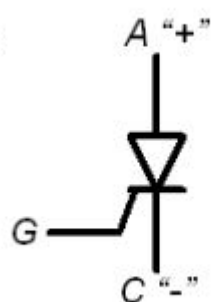

Рис. 5 Обычный тиристор
Тиристор имеет четырехслойную p-n-p-n-структуру с тремя выводами: анод (А), катод (С) и управляющий электрод (G), что отражено на рис. 5